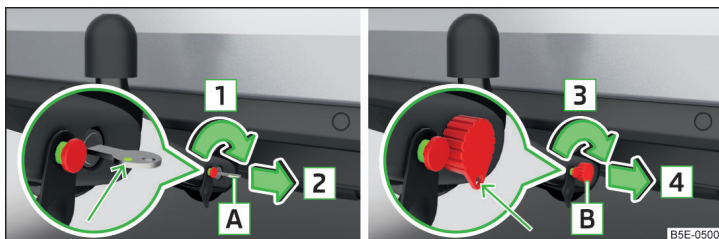

Fig. 302 Verrouiller la molette : variante de clé 1 / variante de clé 2
- Tournez la clé **A** dans le sens de la flèche **1** de sorte que son marquage vert soit orienté vers le haut » fig. 302.
- Tournez la clé **B** dans le sens de la flèche **3** de sorte à ce que l'œillet de la clé soit orienté vers le bas » fig. 302.